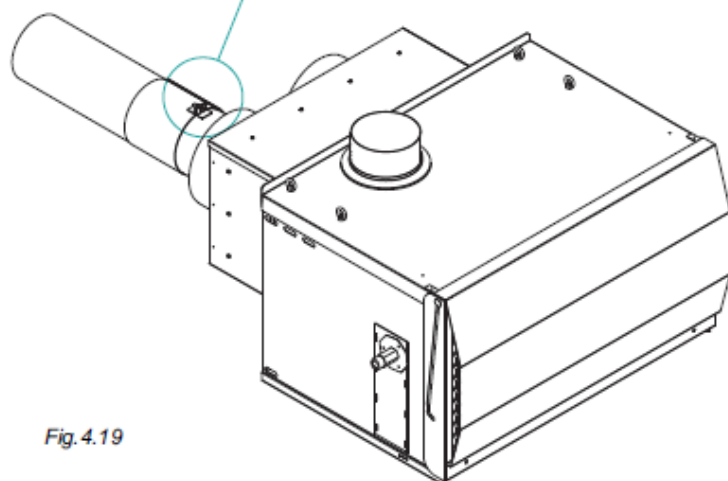

Fig.4.19
1) Niplele sunt deja fixate de unitatea de combustie (fig. 4.19.)